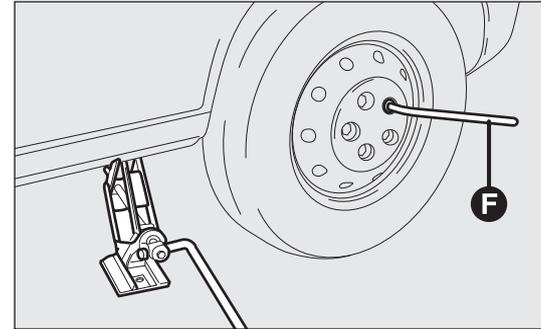

Abb. 160
- mit dem Schlüssel F – Abb. 160 die Radbolzen völlig herausdrehen und das Rad abziehen;